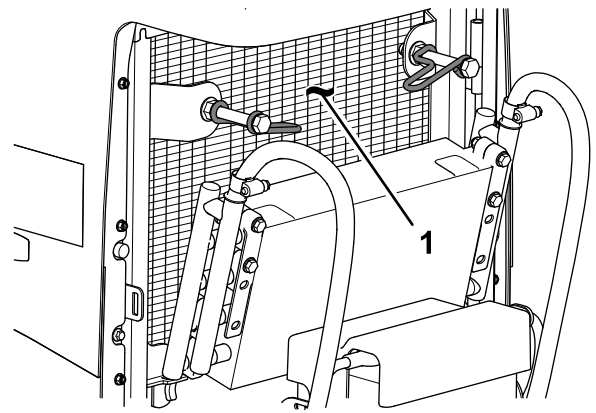

Figura 111
8. Limpie a fondo ambos lados del enfriador de aceite y del radiador (Figura 111) con aire comprimido.